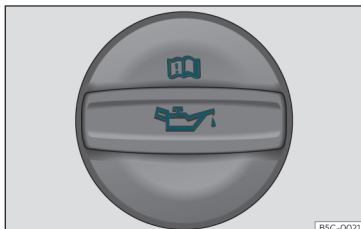

Abb. 205 Deckel der Motoröl-Einfüllöffnung im Motorraum
- Schrauben Sie den Deckel der Motoröl-Einfüllöffnung ab»» Abb. 205.